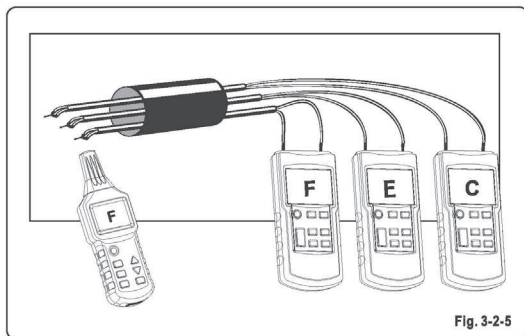

Fig. 3-2-5
- *Conecte el emisor de la forma que se muestra en la Fig.3-2-5;